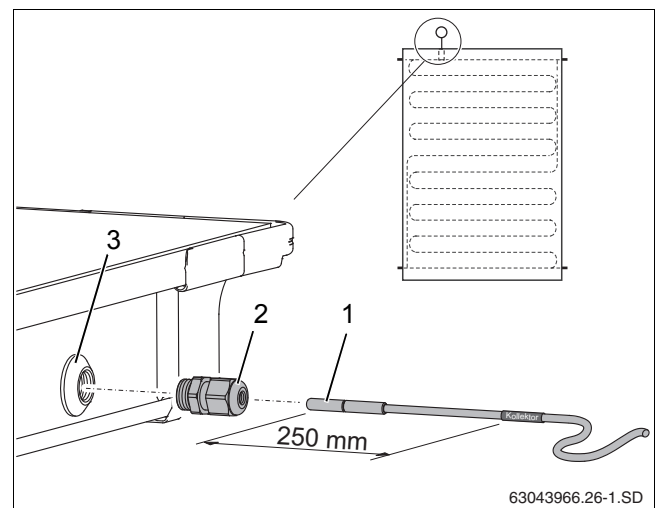

Рис. 32 Установка датчика в коллектор
Для исправной работы установки необходимо, чтобы коллекторный датчик (рис. 32, [1]) был вставлен в установочную трубку до упора (примерно на 250 мм).
- ▶ Проткните датчиком или отверткой уплотнительный слой в гильзе (рис. 32, [3]).
- ▶ Заверните зажимную втулку (рис. 32, [2]) в гильзу.
- ▶ Затяните зажимную втулку (рис. 32, [2]), удерживая от сворачивания.
Если Вы проткнули гильзу (рис. 32, [3]) не в том коллекторе, в котором нужно, то ее нужно плотно закрыть заглушкой из комплекта для подключения. Но прежде нужно, используя резьбовую втулку (рис. 32, [2]), удалить находящуюся в гильзе гайку.